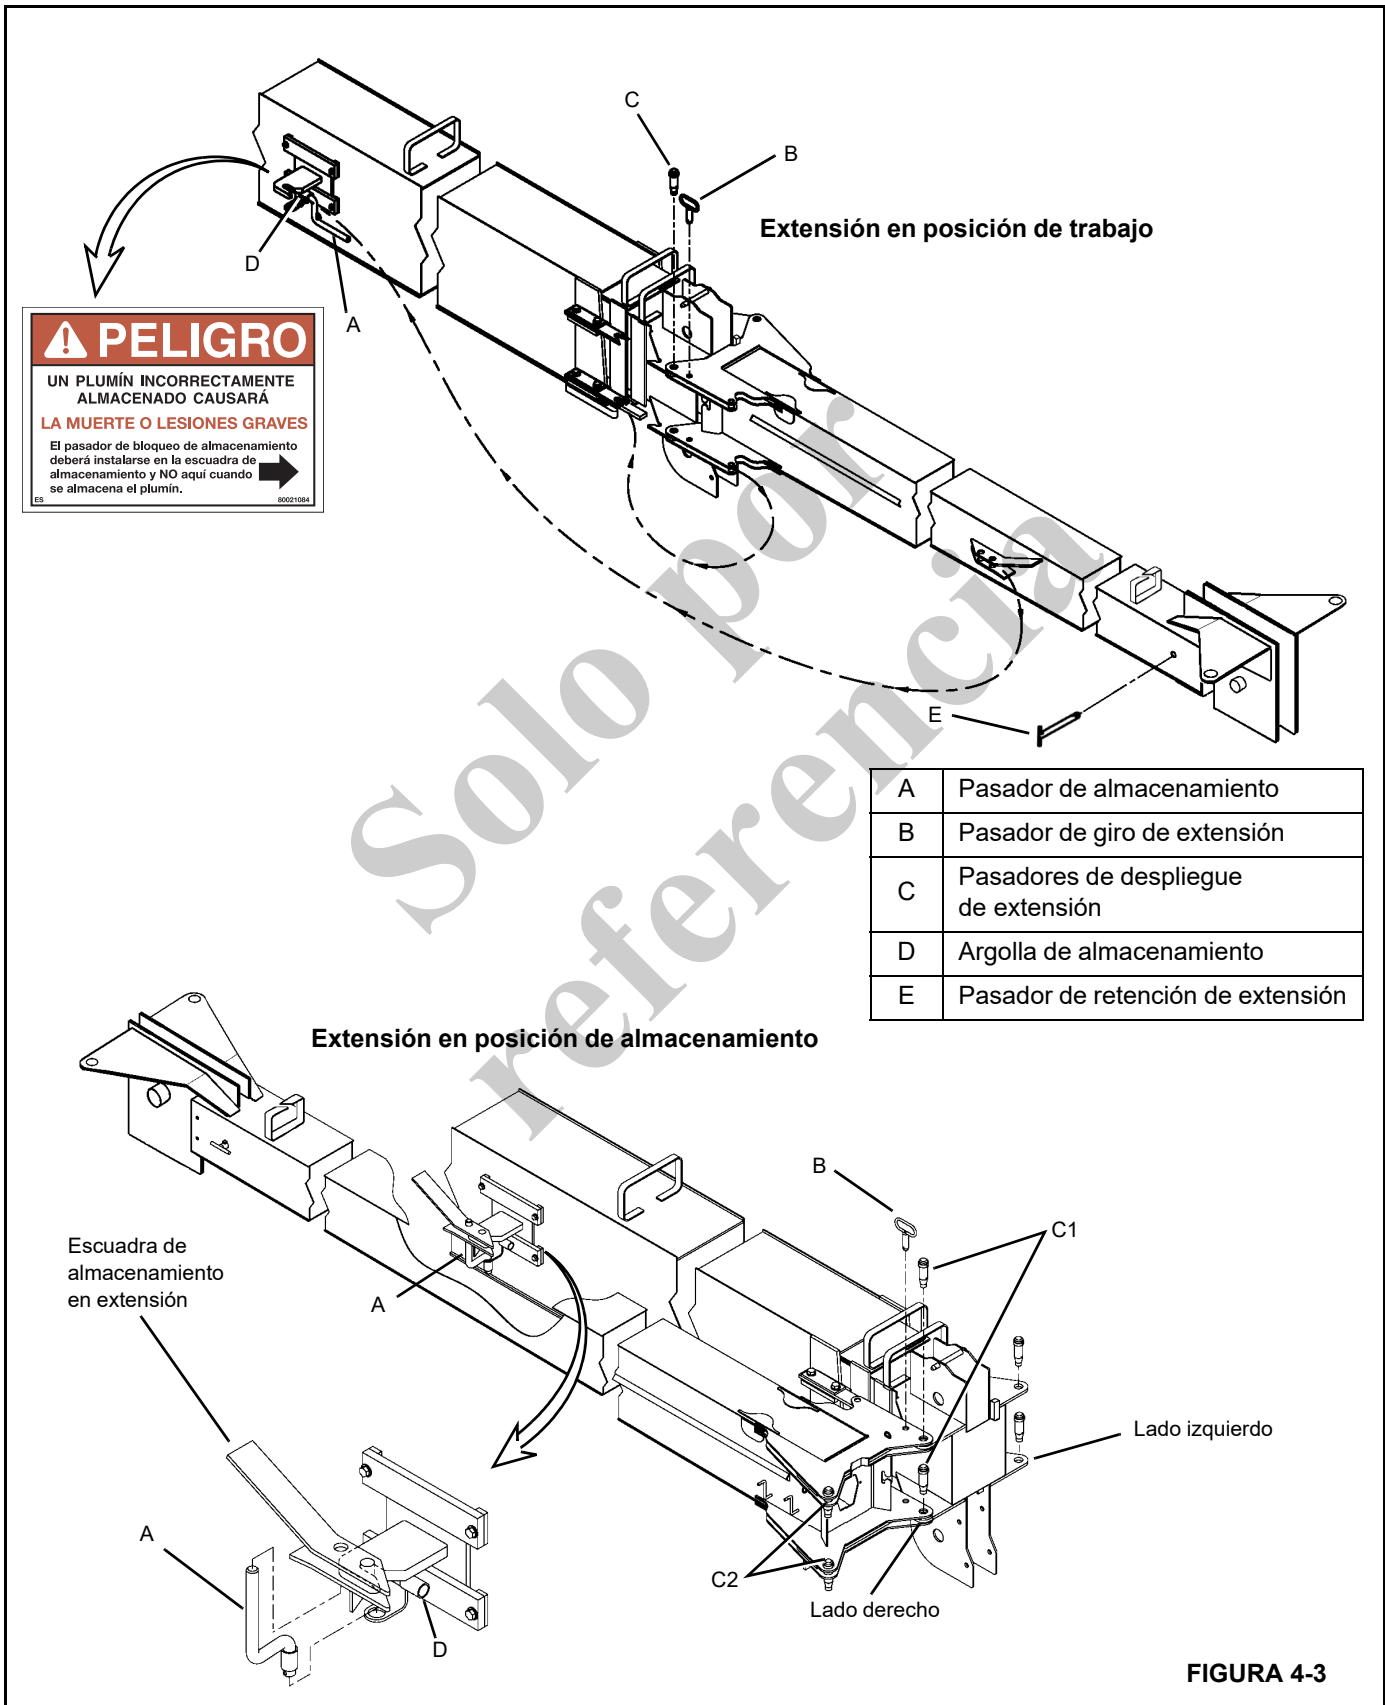

FIGURA 4-3
5. Verifique que la extensión esté debidamente almacenada (Figura 4-3):
2. Utilice la función de elevación para bajar la pluma de modo que los pasadores de despliegue de la extensión C1 (Figura 4-3) y C2 puedan accederse fácilmente desde el suelo.